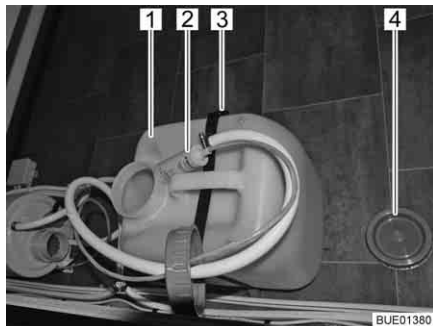

Fig. 161 Réservoir d'eau 16 l
Fermer le réservoir d'eau pendant le transport, à l'aide du couvercle de fermeture (Fig. 161,4).
- Retirer la pompe à eau (Fig. 161,2) du réservoir d'eau (Fig. 161,1).
- Desserrer la courroie de maintien (Fig. 161,3).